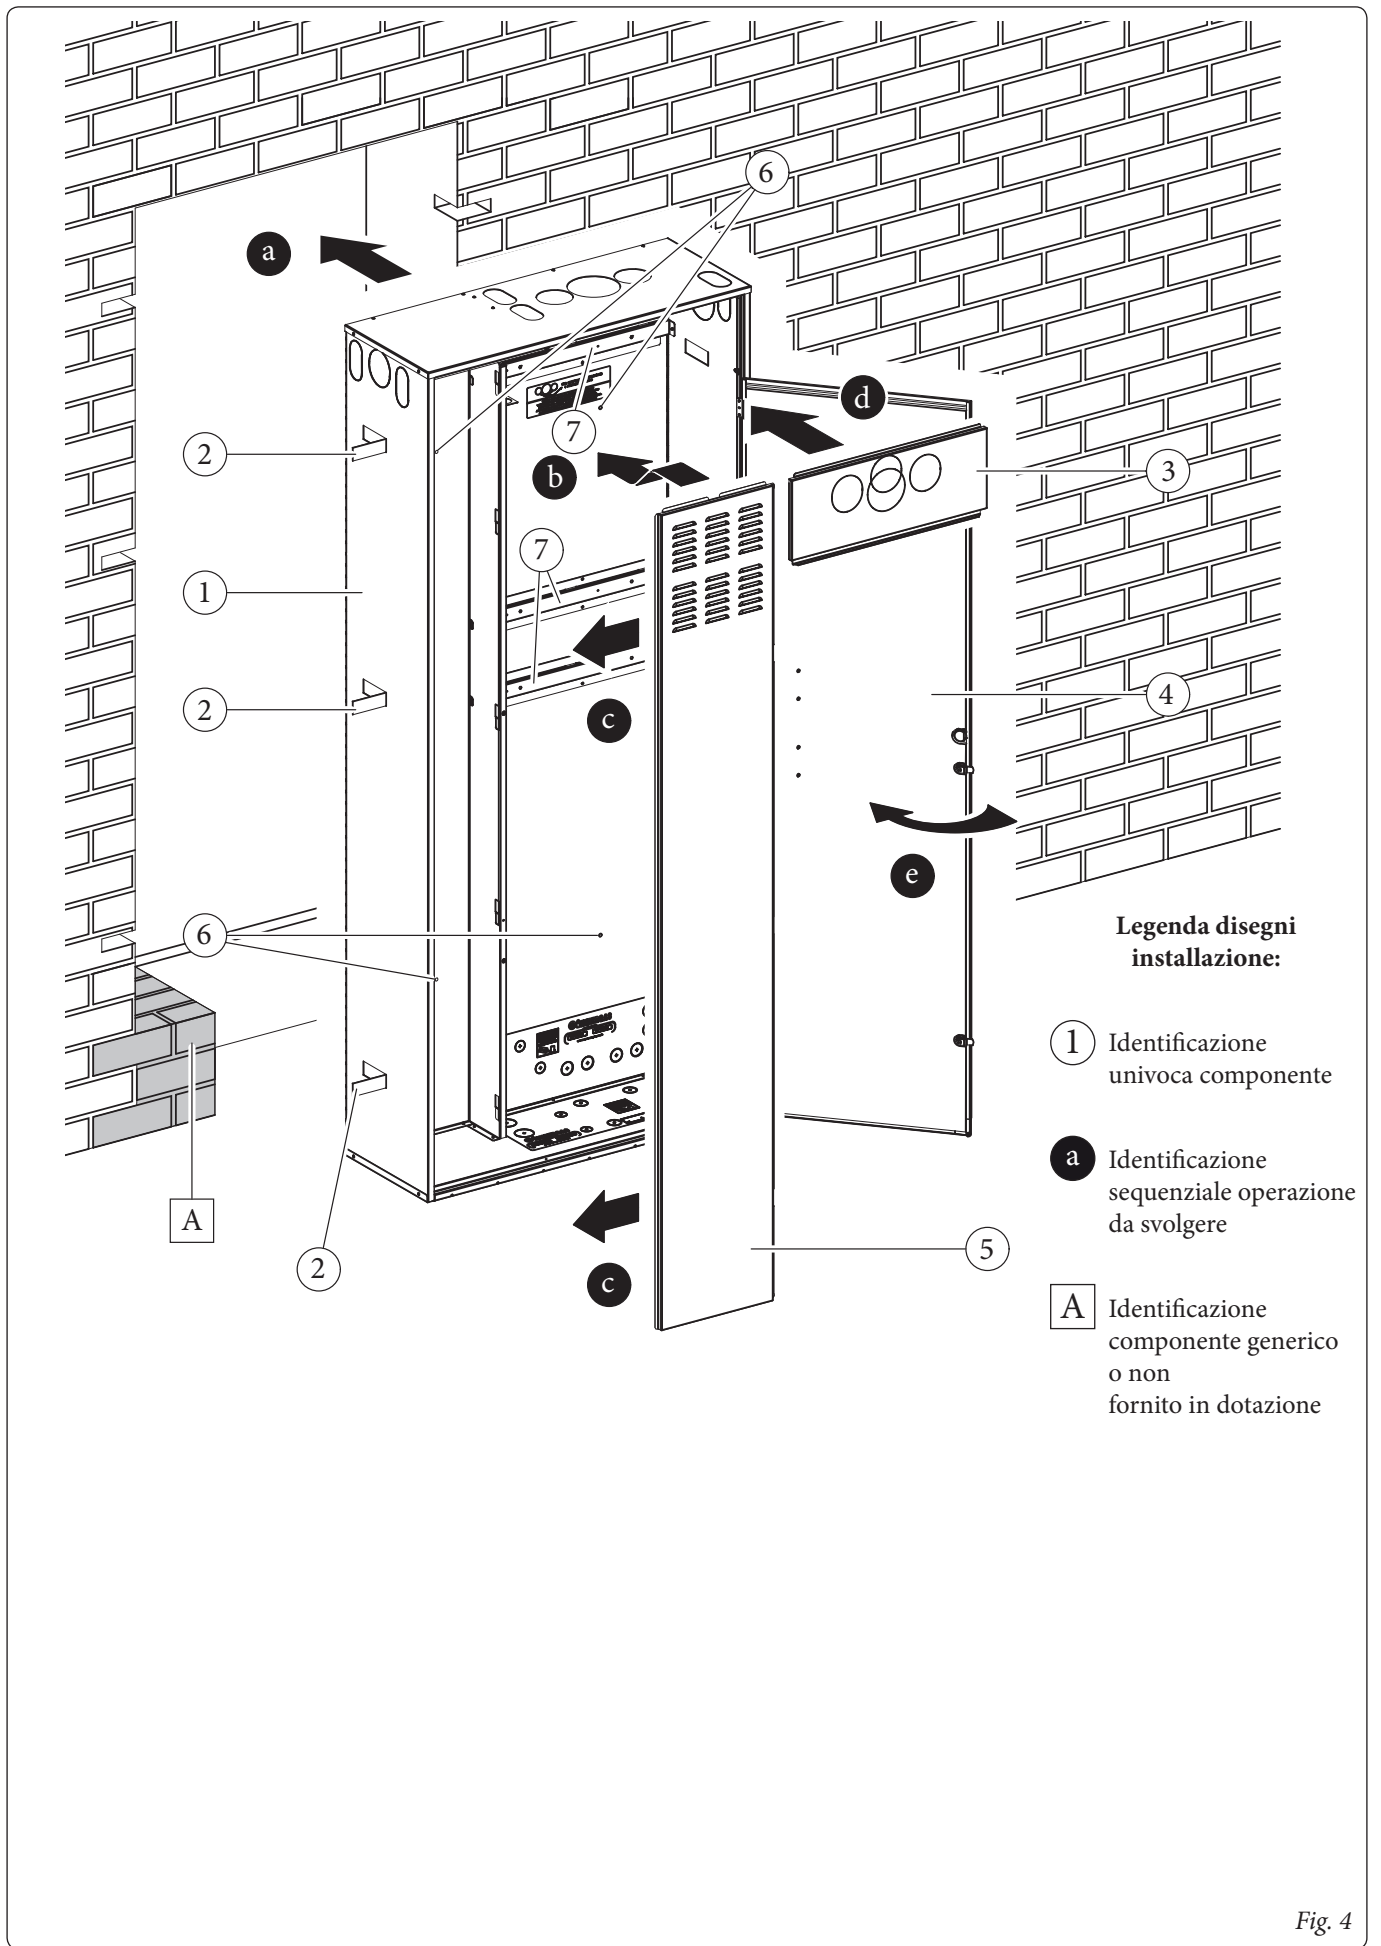

Fig. 4
Predisporre le opere murarie creando un'apertura nella parete dove verrà installato il telaio (1), facendo attenzione a prevedere lo spazio per i sei spacchi per inserire le rispettive alette di sostegno (2) e uno spazio sotto il telaio sufficiente per poter effettuare gli allacciamenti del kit (Fig. 4).
N.B.: è importantissimo prevedere un massetto di sostegno (A) nella zona sottostante il kit Solar Container in corrispondenza del punto d'appoggio dell'unità bollitore.